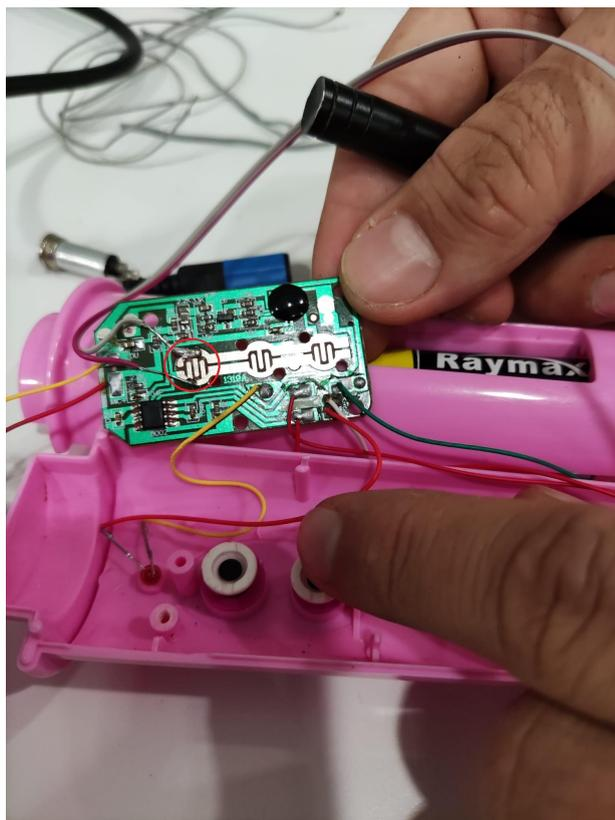

figura 3 - Fios soldados na placa
1. Retirar as pilhas e soldar os fios no contato livre identificado a vermelho na figura 3.